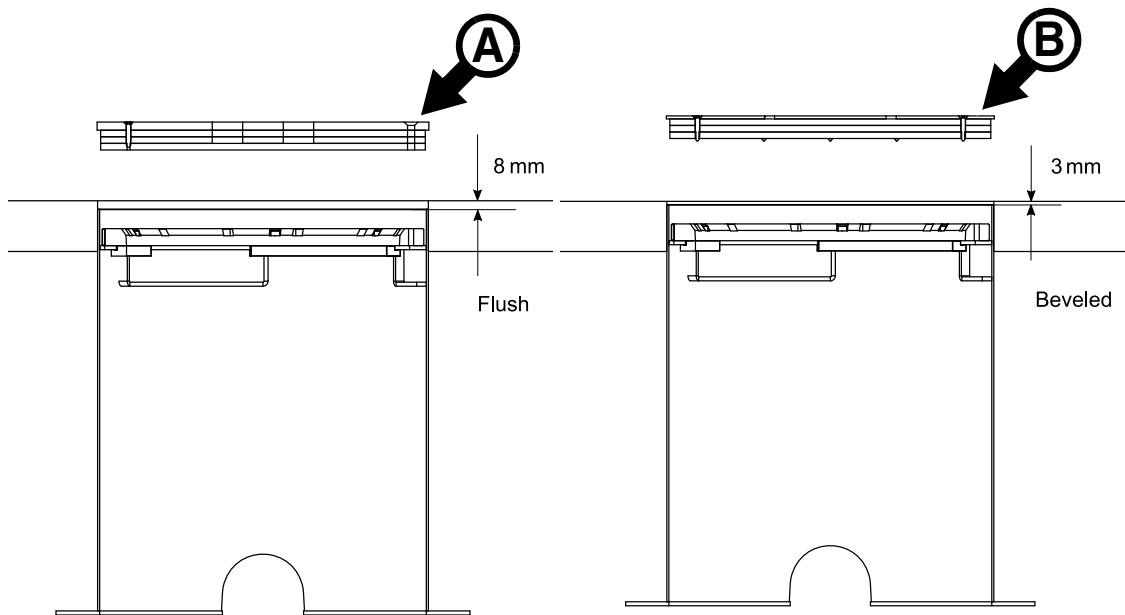

Bild 2: Schutzplatte für geraden und schrägen Abschlussring
Siehe Bild 2. Je nach verwendetem Abschlussring stehen unterschiedliche Schutzplatten für den geraden **A** oder schrägen **B** Abschlussring zur Verfügung. Die Schutzplatte wird mit drei M6-Schrauben am Montagering des Bodentanks befestigt.
Wir empfehlen besonders, einen Bodentank während Pflaster- oder Teer-Arbeiten in der Nähe des Bodentanks vor Beschädigung zu schützen. Das Pflaster oder die Teerschicht müssen bei korrekter Arbeit bündig mit der Oberseite der Schutzplatte abschließen. Siehe Bild 2. Die unterschiedliche Dicke der zwei Schutzplatten stellt sicher, dass die montierten Geräte bündig mit dem Pflaster oder der Teerschicht abschließen.
3. Siehe Bild 2 auf Seite 10. Die Oberkante des Bodentanks muss sich: